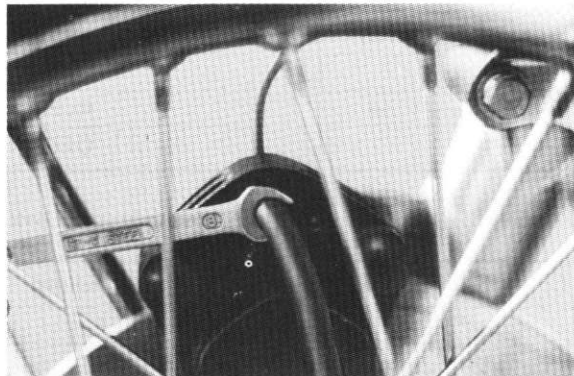

Fig. 53
- (e) Apply the brake lever slowly a few times. With the brake lever squeezed, loosen the bleed screw. (Fig. 53)
- (e) Pomper lentement le levier de frein à quelques reprises. Le levier étant pressé, desserrer la vis de purge. (Fig. 53)
- (e) Bremshebel ein paarmal betätigen. Bei angezogenem Bremshebel Entlüftungsschraube lösen. (Abb. 53)